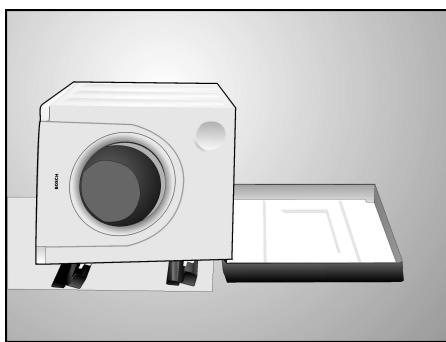

Figure 6
- Couchez l'appareil sur son côté **GAUCHE** (voir la **Figure 6**).